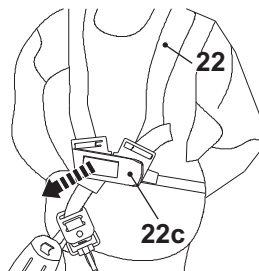

Fig. 18
8. En cas d'urgence, tenez la barre supérieure (9) avec la main droite, et utilisez la main gauche pour pousser le levier de déverrouillage (22c). Le harnais (22) se détachera automatiquement du corps en raison du poids du produit (Fig. 18).